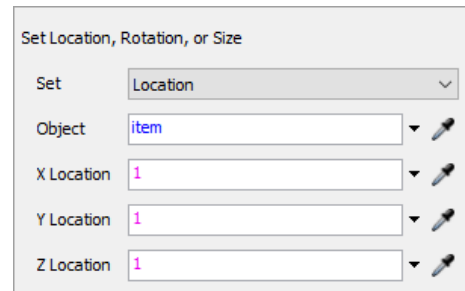

Fig. 16. Set Rotation, Size and Location
2. **Set Rotation, Size and Location** – permet de faire pivoter l'objet, de modifier ses dimensions et de changer sa position (fig. 16). L'option appropriée est sélectionnée dans le champ Set.